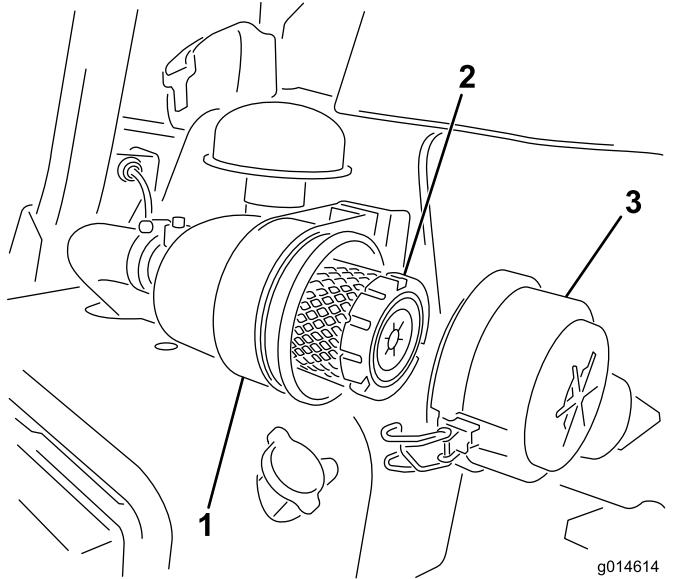

Figura 26
1. Rilasciate i fermi che fissano il coperchio del filtro dell'aria al relativo corpo (Figura 26).
7. Fissate i fermi (Figura 26).